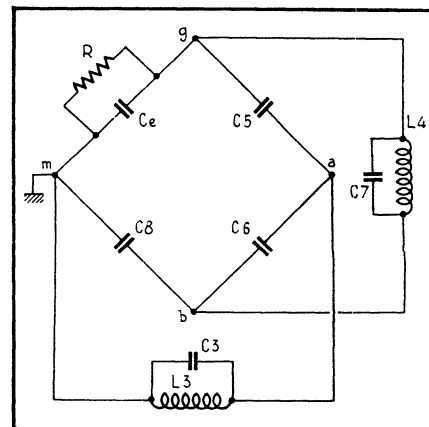

Fig. 25 (à droite). — Montage en pont destiné à séparer l'oscillation locale des circuits H.F.
Nous arrivons donc au schéma de la figure 25, où R représente la résultante des résistances R_e et R_2 . La condition d'équilibre s'écrit alors
- la capacité C_8 , dont la valeur exacte a été fixée par l'équilibre du pont de la figure 25 ;